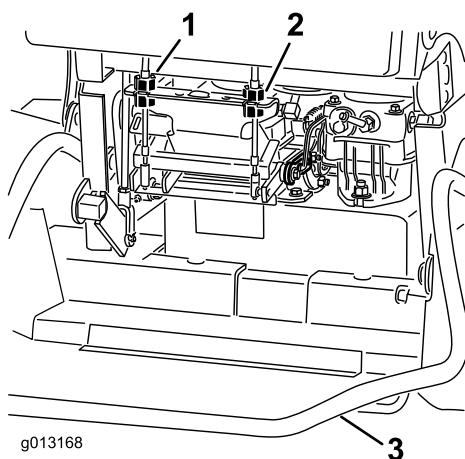

Figure 55
4. Tournez le dispositif de réglage du câble droit pour placer la commande de déplacement droite au centre de la fente de verrouillage au point mort du panneau de commande. Pivotez ensuite le dispositif de réglage du câble gauche pour régler la roue gauche à la même vitesse que celle réglée précédemment pour la roue droite. (Figure 55).